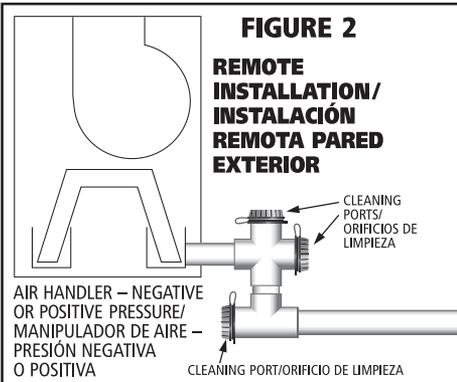

FIGURE 2
1. Fit cross onto drain pan outlet of AC unit, then install trap as shown in **Figure 1** or **Figure 2**.
Cross in **Fig. 1** & tee in **Fig. 2** on outlet side of trap can be replaced with ell as in **Fig. 3** & **Fig. 4** if space requires, but will limit ability to clean & maintain system.
La cruz de la **Fig. 1** y la T de la **Fig. 2** en el lado de salida de la trampa pueden reemplazarse por codos como en la **Fig. 3** y en la **4** si lo necesita el espacio, pero esto limitará la capacidad de limpiar y mantener el sistema.